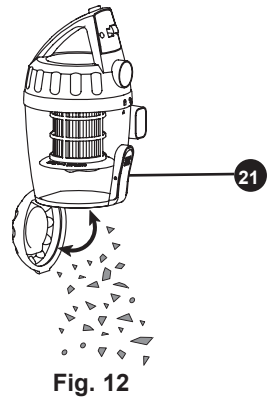

Fig. 12
4. Asegúrese de que sujete el depósito de polvo (15) en posición horizontal. Utilice el botón apertura del depósito del polvo (21). Vacíe el compartimento de polvo en el cubo de la basura. Véase la fig. 12.
5. Limpie el interior del depósito de polvo (15) utilizando un trapo seco o húmedo. Asegúrese de que el depósito de polvo esté completamente seco antes de montarlo y utilizarlo.